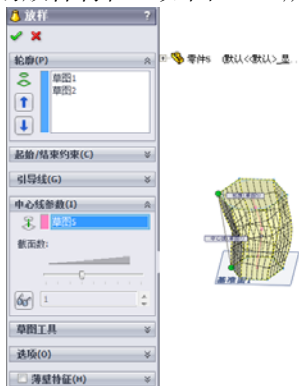

图 3-43 中心线放样
6. 在[中心线参数]栏中单击中心线框，然后在图形区域中选择中心线。此时在图形区域中将显示随者中心线变化的放样特征，如图3-43所示。